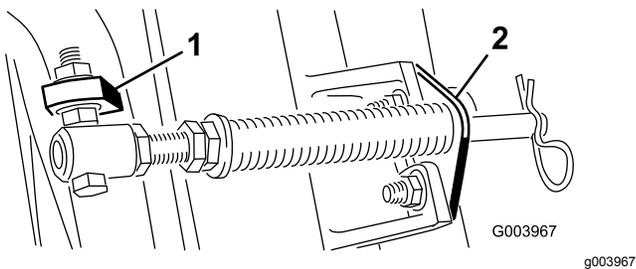

图6
**注意** 将螺栓头朝向凸耳外侧如 图6 所示。
D. 使用车身螺栓和螺母将杆支架固定到滚刀组凸耳上图6。